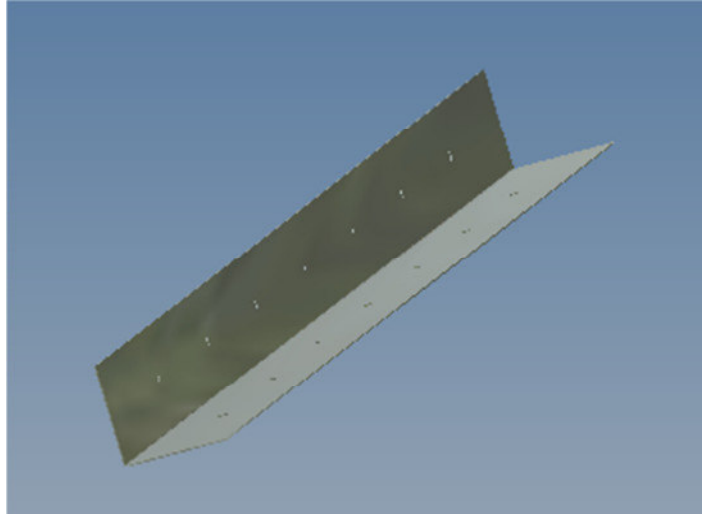
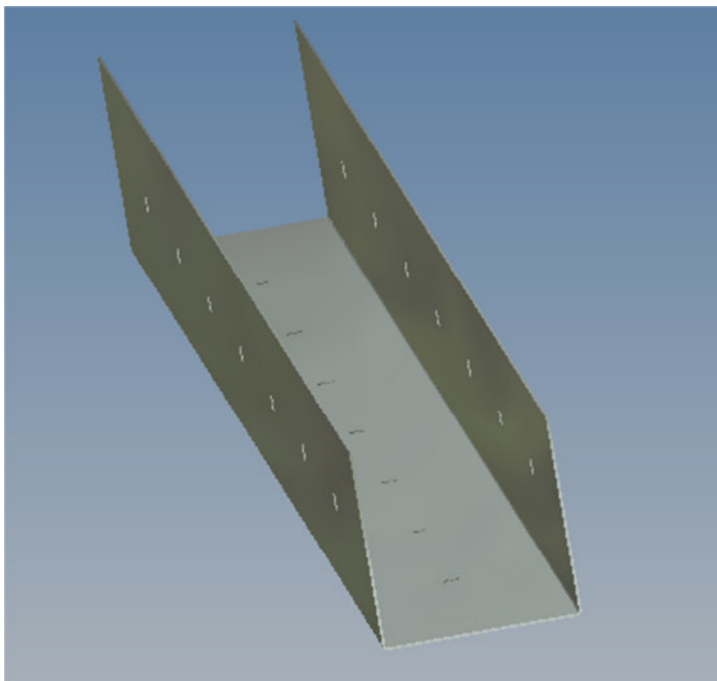

Bild 9 Eckabdichtung
Bild 10 Kreuzabdichtung
3.2.6 Einbau der Eckabdichtungen (Bild 9) und Kreuzabdichtungen (Bild 10) zum Verschließen der konstruktiven Bauteilfugen.
- 3.2.8 Waagrechte Abspannstäbe (Bild 9) an den Sammlern und den projektbezogenen Aufnahmepunkten gemäß dem Positionsplan nach Herstellervorschrift verankern und befestigen.